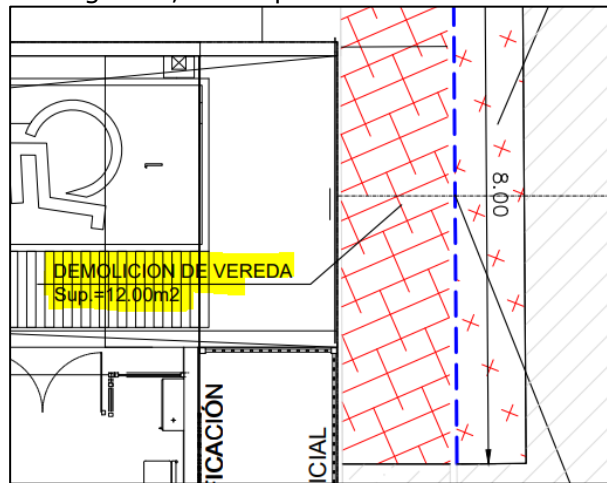

Figura 2
2.9. Reubicar texto indicado en figura 2, dado que no se visualiza bien.